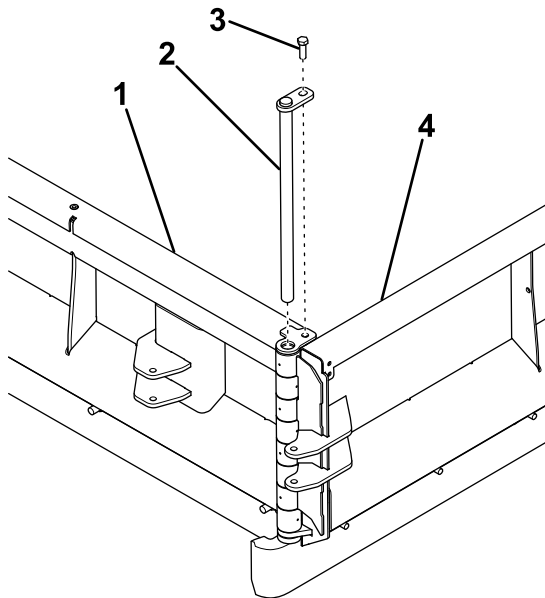

Bild 4
1. Verriegeln Sie das mittlere Schild und die Scharniere der Seitenschilde, um sicherzustellen, dass die Schürfleisten gleichmäßig sind (Bild 4).
2. Verriegeln Sie die Scharniere, indem Sie den Scharnierstift am mittleren Schneeschild einsetzen (Bild 4).
3. Sichern Sie den Scharnierstift mit einer Schraube (1/2" x 1-1/2") und einer Sicherungsmutter am mittleren Schneeschild (Bild 4).